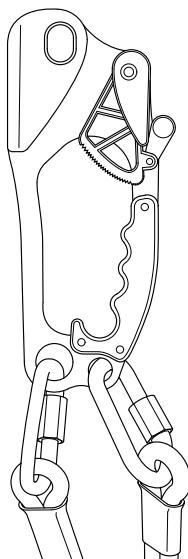

FIG. 2
2. Lås fjærarmen på tauklemmen (fig. 2).